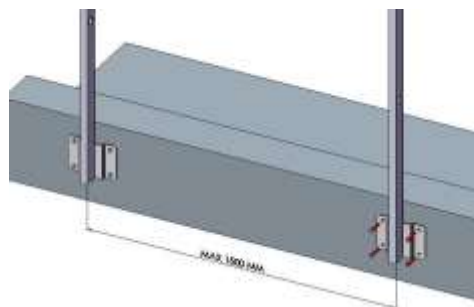

fig. 11
- Posizionare il 2° montante, e i successivi, ad una distanza massima di 150cm dal 1° montante. Rispettare tale interasse massimo di 150cm di distanza tra 2 montanti consecutivi. (fig.11)